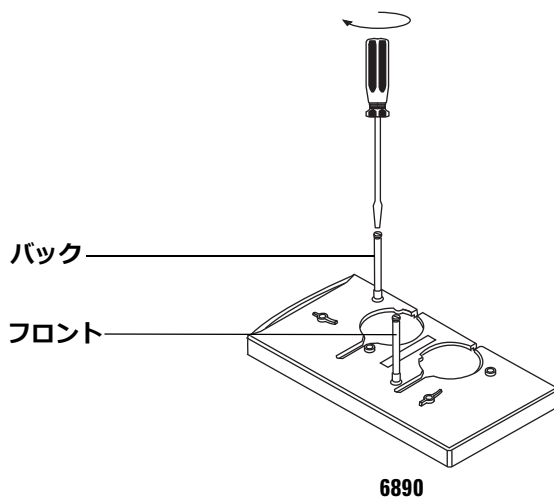

図 12 取り付けポストの装着 (6890 GC)
- **6890 シリーズ GC**。注入口カバーを、希望に応じてフロントインジェクタまたはバックインジェクタの位置に取り付けます。ポストを最後まで回しきる必要があります (図 12 を参照)。